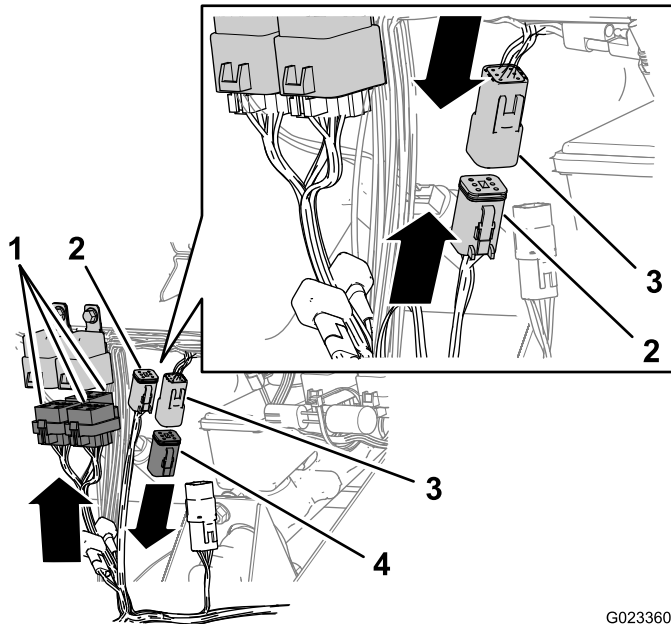

Bild 23
1. Verlegen Sie den Zweig des Kabelbaums mit den drei Anschlüssen mit jeweils fünf Buchsen (Bild 23) zum Relais, das Sie in 6 Einbauen der Relais (Seite 7) installiert haben.
2. Schließen Sie die 5-Buchsenanschlüsse an die Relais an (Bild 23).
3. Entfernen Sie den Widerstand von 6-Stift-Anschluss für den Schaltkreis für das Hochziehen der Handgasbedienung (Bild 23).
4. Schließen Sie den 6-Stift-Anschluss für den Schaltkreis für das Hochziehen der Handgasbedienung am Maschinenkabelbaum an den 6-Buchsenanschluss für den Schaltkreis für das Hochziehen der Handgasbedienung am Kabelbaum der Handgasbedienung an (Bild 23).